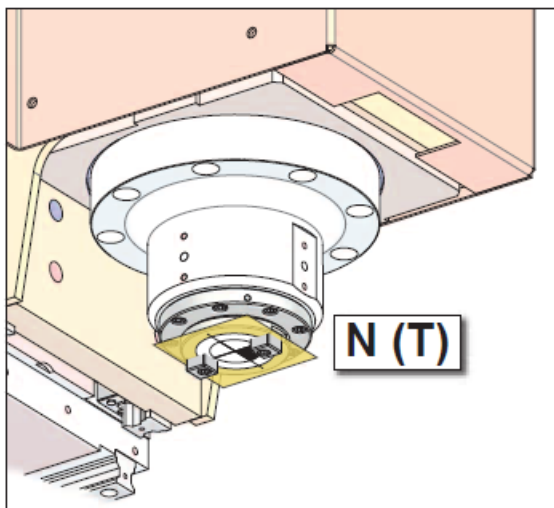

Ilustración 3.19 N (T)= Punto cero de la herramienta
El punto cero de la herramienta N (T) , se encuentra justo donde se coloca la herramienta, donde el husillo sujeta la fresa (ilustración 3.19)